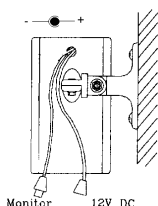

Fig. 4
- 1) Collegare il cavo coassiale da 75 Ω proveniente dal monitor tramite un opportuno connettore BNC alla telecamera (Fig.4).